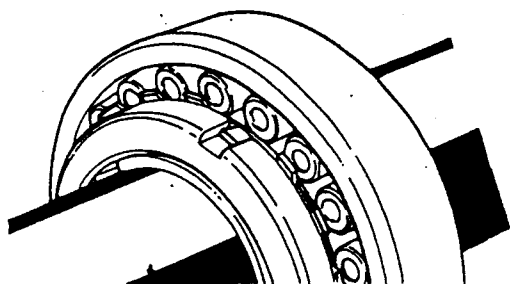

図 12
- (8) 軸受のすきまが所定のすきまであることを確認した後、ナットの外周の切欠きに合致した座金の爪を1枚曲げてセットする(図12参照)。このとき切欠き部分を合わすため、ナットを戻してはならない。